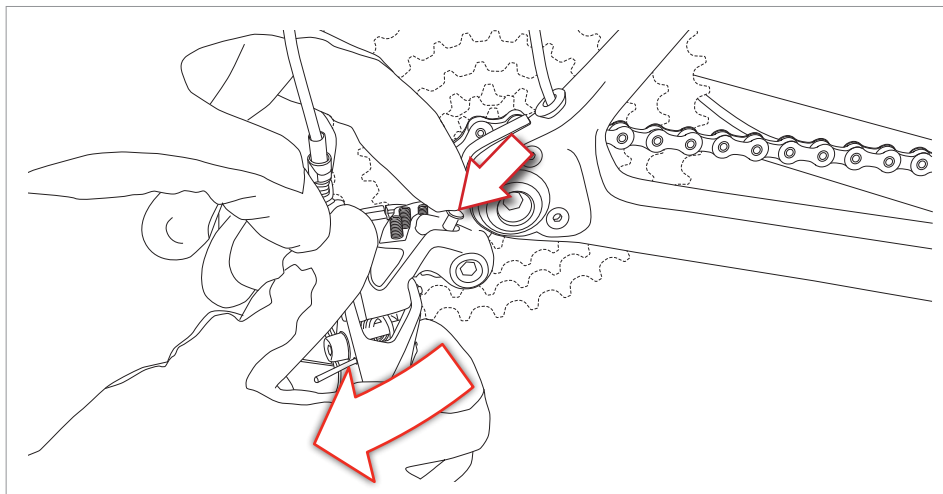

Fig.3
- Dopo aver seguito la procedura di montaggio della ruota posteriore, ruotate leggermente il cambio in senso orario, contemporaneamente premete sul pulsante di sblocco e accompagnate il cambio nella posizione di funzionamento (Fig. 3).